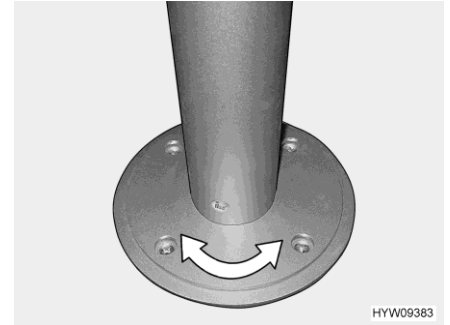

Bild 88 Säulen-Tischfuß (drehbar)
- Tischplatte in gewünschte Stellung drehen. Dazu ist etwas Kraftaufwand nötig, denn die Tischplatte dreht sich gegen den Reibungswiderstand am Säulen-Tischfuß (Bild 88).